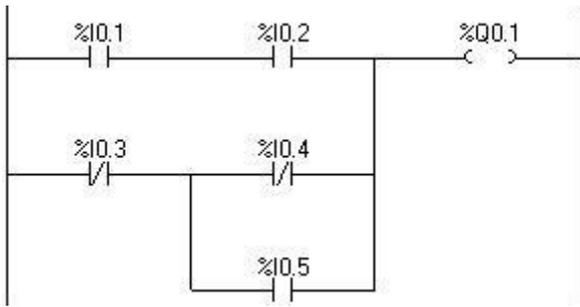

Figura 14 – Solução do exemplo 12.
**Solução:** A figura 14 mostra a solução.